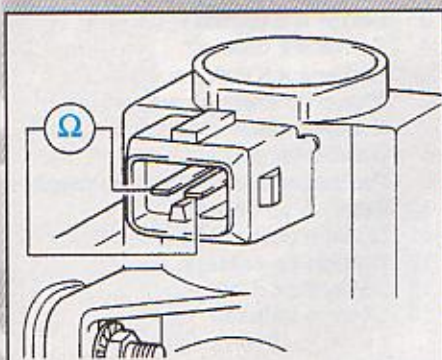

fig. Mot. 42
- Lettres-repères moteur AHF, ALH (fig. Mot. 42) :
- Lettres-repères moteur **AHF, ALH** (fig. Mot. 42) :